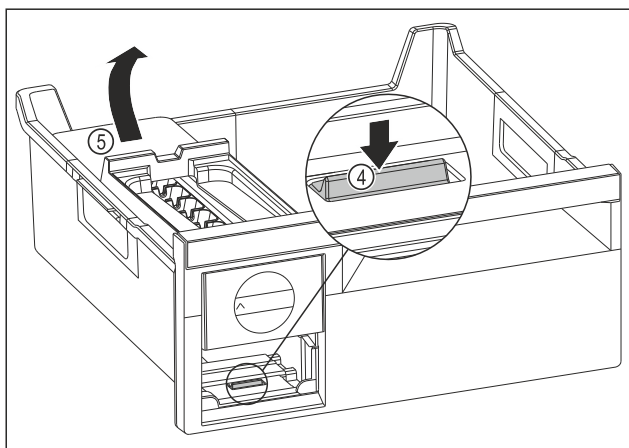

Fig. 158
- EasyTwist-Ice-Körper entnehmen: Lasche Fig. 158 (4) mit Finger nach unten drücken und gleichzeitig mit der anderen Hand den EasyTwist-Ice-Körper Fig. 158 (5) von hinten anheben.